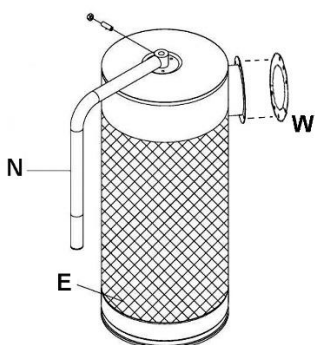

Abbildung 8
- Den Griff (N) mit Befestigungsschraube und Mutter am Topffilter (E) anbringen. Siehe Abbildung 8.